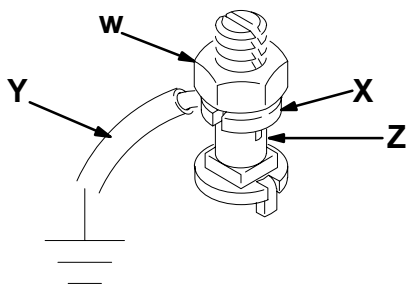

Fig. 2
1. *Pumpe*: Tilslut stelledning og klemme til en sikker jordforbindelse som vist på fig. 2.
- a. Løsn stelledningsskoens låsemøtrik (W) og skive (X).
- b. Indsæt den ene ende af stelledning (Y) på mindst 1,5 mm² i rillen i skoens (Z), og spænd låsemøtrikken sikkert til.